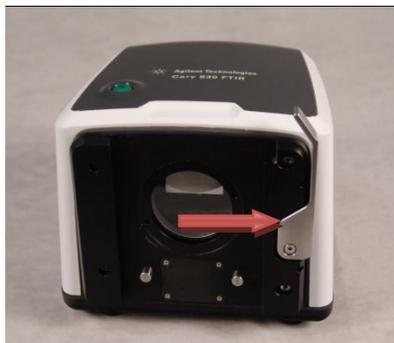

图 1. 在将附件滑入到位之前，向外按下 Cary 630 Engine 的释放杆。
- 2 将附件滑入凹进或燕尾槽区域。方法是将燕尾槽与前面板对齐，然后向下滑动（见图 1）。